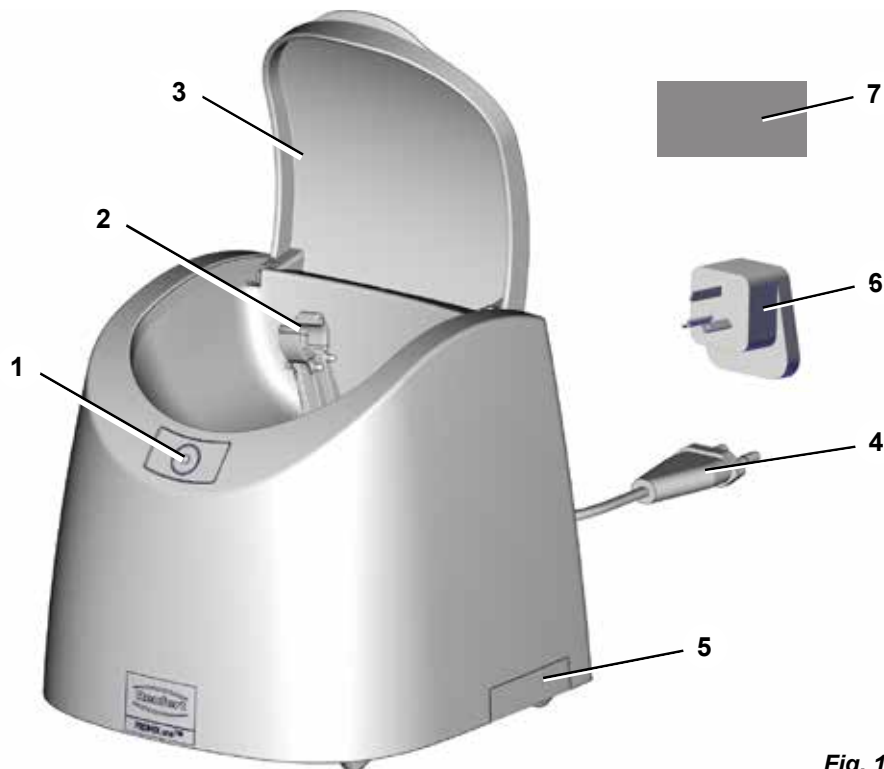

Fig. 1
- ⇒ Rull ut nettkabelen (4, Fig. 1) og sett nettstøpslet inn i stikkontakten i bygningsinstallasjonen.